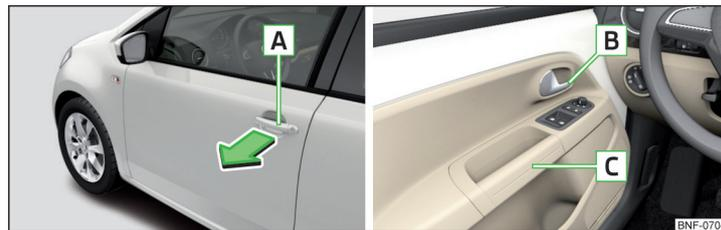

Fig. 30 Tirador/palanca de apertura de la puerta
- Para **abrir desde afuera**, desbloquear el vehículo y tirar en el tirador  en el sentido de la flecha » fig. 30.